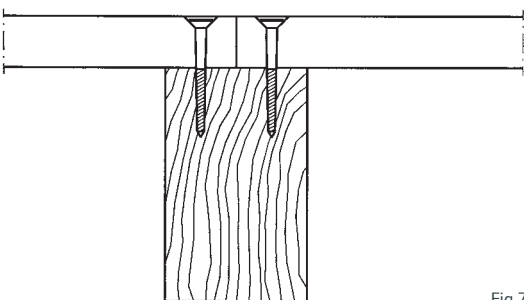

Fig 7
11. Skivorna limskruvas i varje regel och kortling (se fig 7). Spik kan i undantagsfall ersätta skruv.